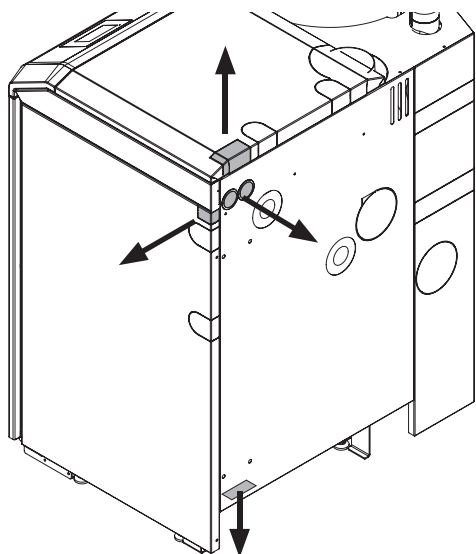

Fig. 100 Passaggi cavo nel rivestimento di BioWIN2 Touch – vista dal retro
- Il collegamento alle morsettiere (morsetti senza viti con molla a gabbia) deve avvenire per mezzo di cavi flessibili in PVC a fili sottili. I cavi possono essere posati dall'alto, dal basso, da destra e da dietro attraverso i passaggi cavo prepunzonati (Fig. 100).